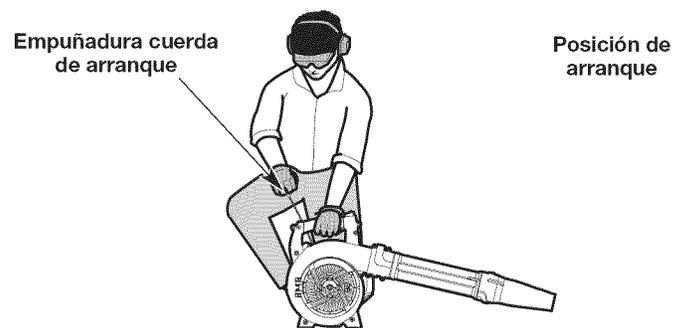

Fig. 8
ADVERTENCIA: Se debe evitar arrancar accidentalmente la unidad. A fin de evitar que se produzcan lesiones graves, el operador y la unidad deben estar en una posición estable cuando se jala la cuerda de arranque (Fig. 8).
6. **NO** apriete el control del acelerador. Agacharse en la posición de arranque (Fig. 8).
7. **NO** apriete el control del acelerador. Tire de la cuerda de arranque con un movimiento firme y controlado **5 veces** (Fig. 8).